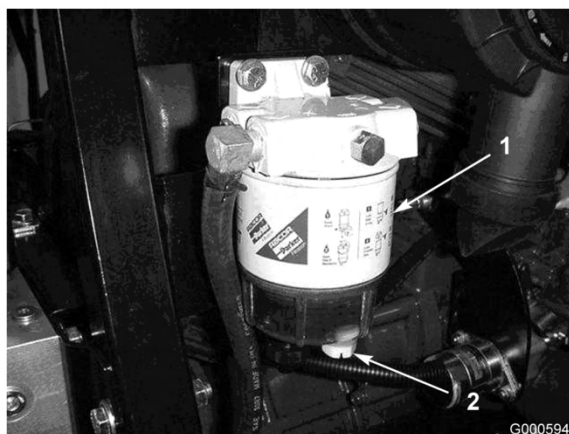

Figura 35
Spurgate ogni giorno l'acqua e altre sostanze contaminanti dal separatore di condensa (Figura 35).
2. Allentate il tappo di spurgo situato nella parte inferiore della scatola del filtro (Figura 35). Serrate il tappo dopo lo spurgo.